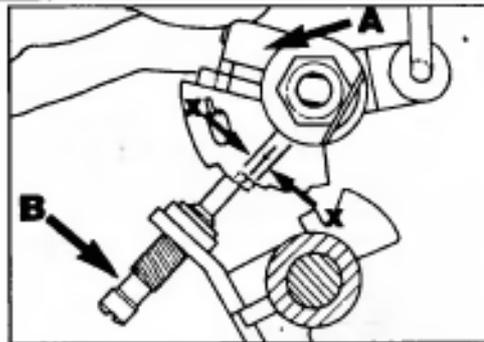

Рис. 9 Смещение воздушной заслонки - регулировка
- Нажмите рычаг (А, Рис. 9) и отпустите дроссельную заслонку. Регулировочный винт (В) должен находиться в положении, показанном на Рис. 9.